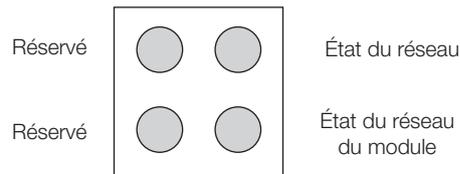

Figure 13.9: Les LED indiquant l'état du réseau DeviceNet
La carte a également quatre autres LED groupées en bas à droite, indiquant l'état du réseau de bus de terrain comme sur la Figure 13.9 à la page 13-7 et le Tableau 13.5 à la page 13-7 ci-dessous.
- La société HMS Industrial Networks AB a développé la carte de communication qui accompagne le produit. Par conséquent, le logiciel de configuration du réseau ne reconnaîtra pas le produit comme l'onduleur de fréquence MVW-01, mais comme le « Anybus-S DeviceNet » dans la catégorie « adaptateur de communication ». La différenciation se fera en utilisant l'adresse réseau de l'appareil, réglée comme indiqué sur la Figure 13.9 à la page 13-7 et le Tableau 13.5 à la page 13-7.